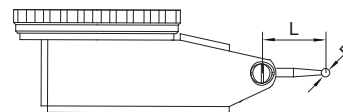

fig.6
3. Chaque type d'indicateur d'essai à cadran a une longueur de stylet spécifique (L, fig. 6). Si la longueur n'est pas correcte, cela entraînera une erreur de mesure. Veuillez vous reporter au tableau suivant pour choisir les stylets appropriés.